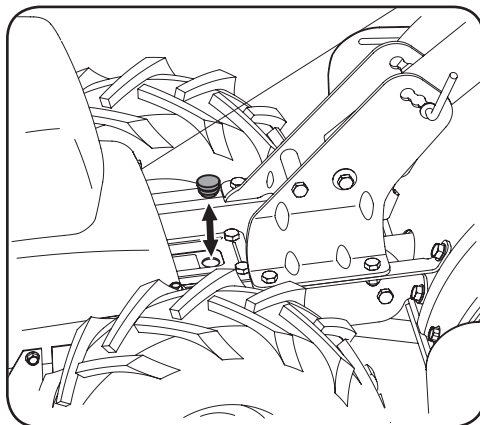

Figure 5-1
3. Extraiga el tapón de llenado de aceite del alojamiento de la transmisión y mire en el interior del orificio de llenado de aceite para ubicar el eje del accionamiento principal que está ubicado debajo del orificio. Vea la Figure 5-1.